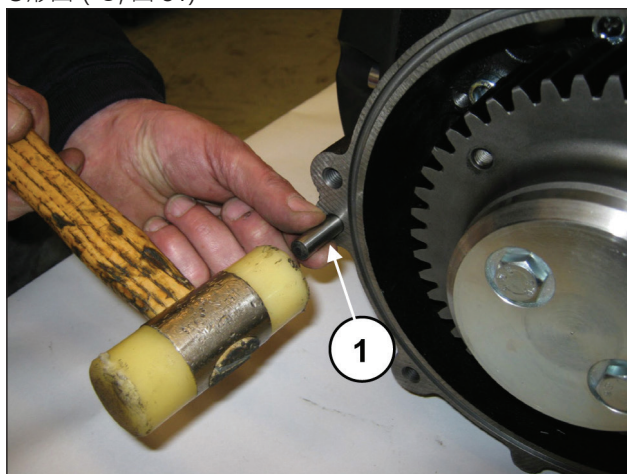
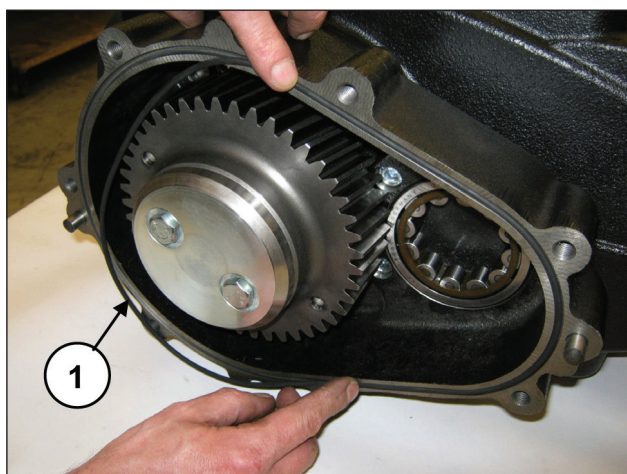

图 80
图 81
将两个销子 $\varnothing 10 \times 24$ 安装到减速齿轮箱 (①, 图 80) 并插入 O 形圈 (①, 图 81)。